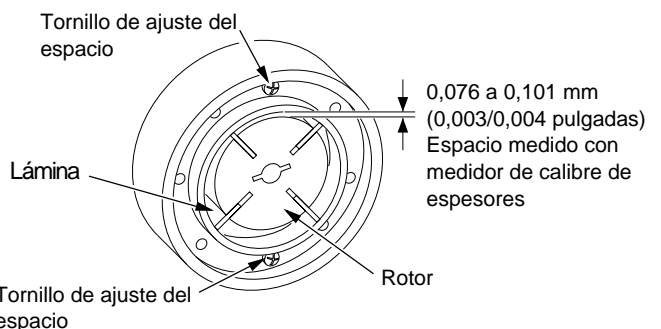

Figura 21 - Ubicaciones del tornillo de ajuste del espacio
- Verifique el espacio en el rotor. Ajustelo a 0,076/0,101 mm (0,003/0,004 pulgadas) si es necesario (consulte la figura 21).